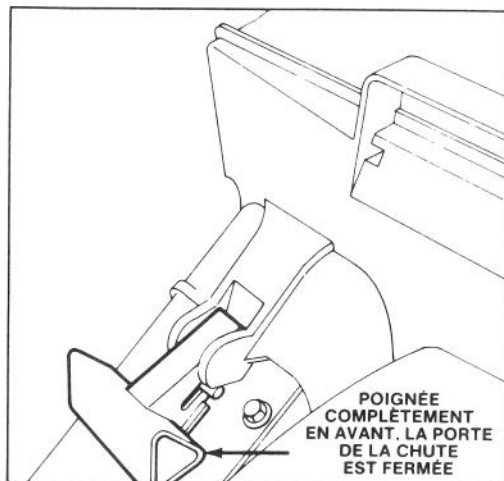

Figure 4
PAILLIS — En été, lorsque l'herbe pousse plus lentement et qu'elle est plus sèche, faites du paillis en fermant la porte de la chute (Fig. 4). Pour votre commodité et votre protection, laissez le sac à herbe sur la tondeuse.
5. VIDAGE DU SAC — Arrêtez le moteur et attendez que toutes les pièces en mouvement se soient arrêtées. Déplacez la poignée de commande de la porte de la chute vers l'avant pour engager la goupille de verrouillage dans le cran (Fig. 4). Saisissez les poignées situées devant et derrière le sac et enlevez le sac de la tondeuse. Inclinez graduellement le sac vers l'avant pour vider l'herbe coupée.